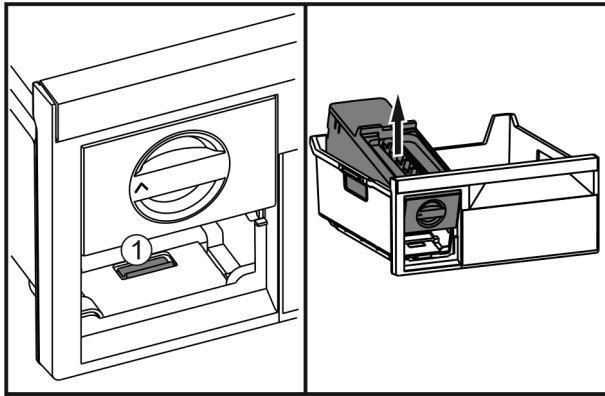

Fig. 50
- Premere la linguetta Fig. 50 (1), sollevare EasyTwist-Ice da dietro ed estrarlo dal cassetto del congelatore.